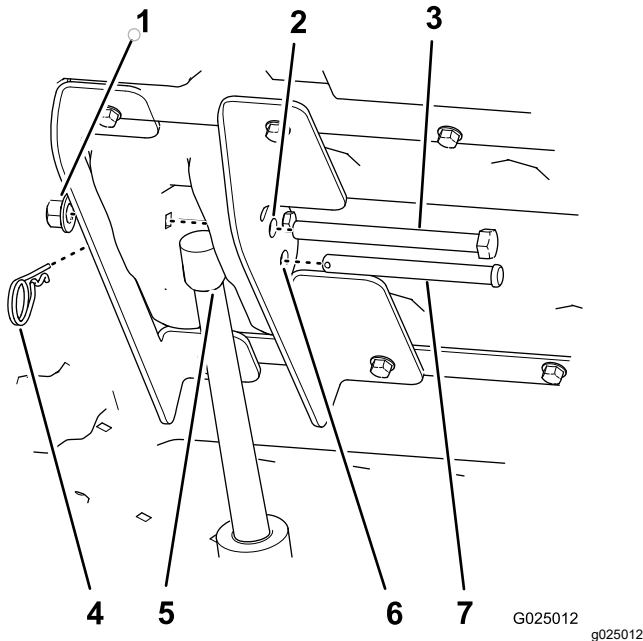

Figura 11
7. Pulse la parte superior del interruptor de elevación de la plataforma para extender la varilla del actuador de elevación hasta que el taladro de la varilla esté alineado con los taladros de los soportes de elevación interior y exterior (Figura 11).
8. Sujete la varilla del actuador del elevador a los soportes de elevación con el pasador (3 1/2") y la chaveta (Figura 11).
10. Alinee el perno de cabeza hexagonal (1/2" x 5 1/2") a través de los otros taladros de 12,7 mm de los soportes de elevación interior y exterior (Figura 11) y sujételo con una contratuerca (1/2") hasta que la tuerca esté ajustada.
2. Retire el pasador y la chaveta que sujetan la varilla del actuador a los soportes de elevación interior y exterior (Figura 11).
7. Baje la plataforma y alinee el actuador del elevador con los soportes de elevación (Figura 11).
8. Sujete el actuador del elevador a los soportes de elevación con el pasador y la chaveta (Figura 11).